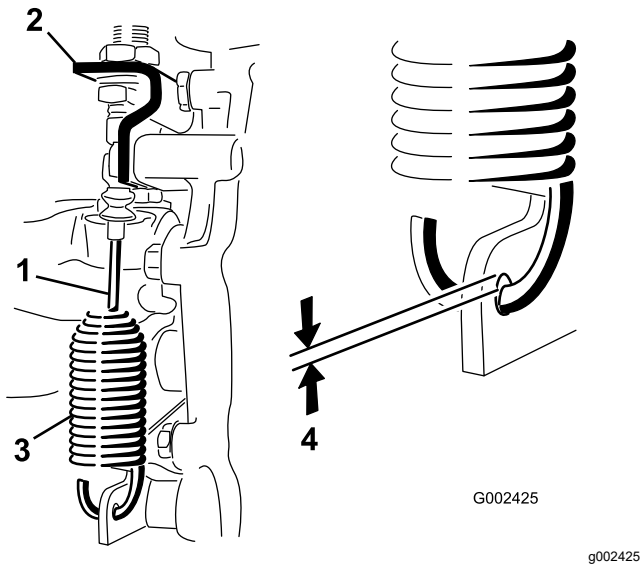

Figura 46
- Afloje las contratuercas que sujetan el cable de bloqueo del diferencial al soporte del transeje (Figura 46).